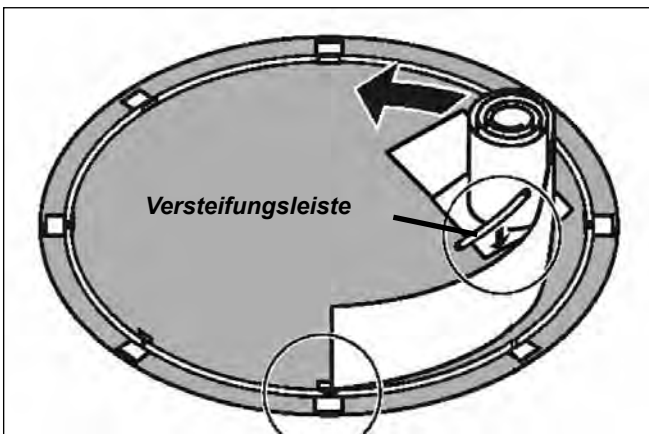

Abb. 20
- Beginnen Sie mit dem Ausrollen der Wand und führen Sie die Unterkante in die gebogene Bodenschiene ein. Das Anfangsende der Wand muss in der Mitte einer Bodenplatte stehen, und die Skimmer- und die Rücklauföffnungen sollten so positioniert sein, dass sie sich dicht bei Pumpe und Filter befinden werden (Abb. 20)
- Setzen Sie beim Abrollen die Versteifungsschiene auf die Oberkante der Wand. (Abb. 20)